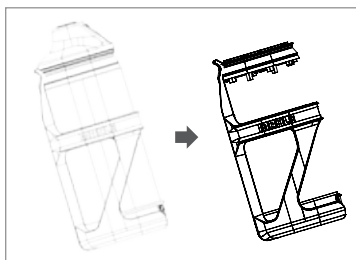

Figure 12
1. Retirez le prolongateur d'autonomie de son support (figure 12).